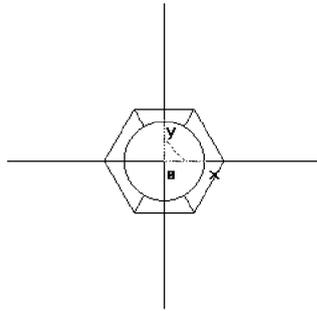

图 2-1-13 完成圆和多边形的绘制
⑨ 剪切多余的曲线。单击“曲线裁剪”图标,剪掉多余的辅助线段;再单击“删除”图标,分别单击 6 个等分点将其删除(注意要留下水平和垂直的基准线)。裁剪结果如图 2-1-13 所示。